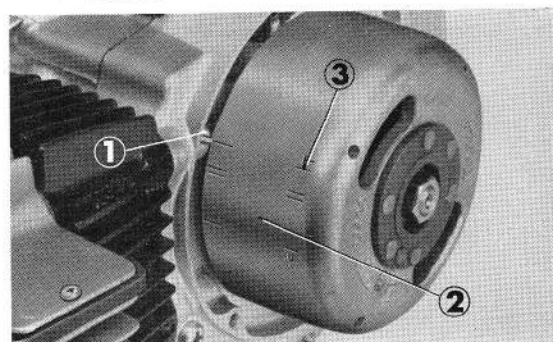

Figure 2-21 : ① repère d'allumage, sur le carter gauche ② aimant du volant ③ marque "T" pour réglage de l'allumage
4. Amener la marque T du volant (point mort haut) en face du repère d'allumage, sur le carter gauche (figure 2-21).